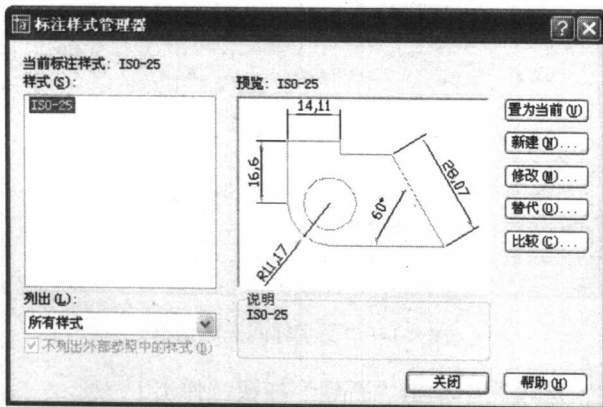

图 1-17 “标注样式管理器”对话框
(1) 单击“格式”|“标注样式”命令，弹出“标注样式管理器”对话框，选择“样式”为 ISO-25，如图 1-17 所示。